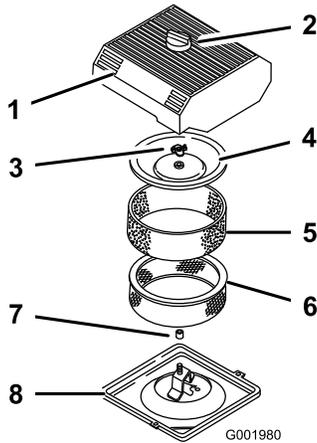

图39
3. 清洁空气滤清器的周围防止灰尘进入发动机并导致损害 图39。
4. 松开空气滤清器盖上的旋钮取下滤清器盖 图39。
5. 小心将泡沫滤芯滑出纸质滤芯 图39。
6. 拧下护罩螺母取下护罩和纸质滤芯 图39。
1. 小心将泡沫滤芯滑落到纸质空气滤清器滤芯上 图39。
3. 安装护罩螺母用手指拧紧护罩 图39。
4. 安装空气滤清器盖和旋钮 图39。